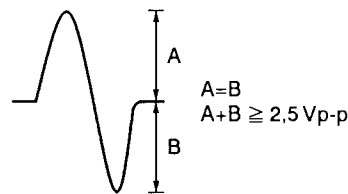

Figura 8
3. Contemplando la pantalla del osciloscopio, presione la tecla PROGRAM después de presione la tecla RANDOM y observe durante un momento la forma de onda de la figura 8. Verifique si la amplitud es de 2,5 Vp-p por lo menos y si la amplitud de las partes positiva y negativa son iguales. Como la forma de onda solamente sale durante un momento cuando se presiona la tecla PROGRAM, presione una y otra vez esta tecla hasta que logre comprobar la forma de onda.